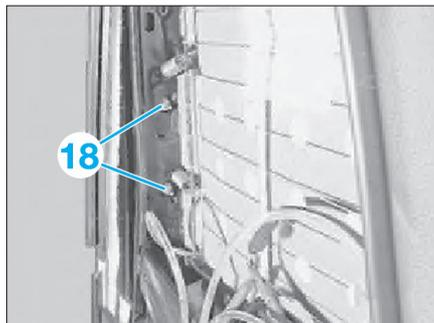

Fig. 21
- Déposer les écrous de fixation (18) du module d'airbag latéral (Fig.21).